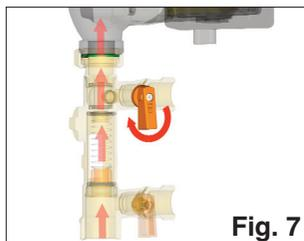
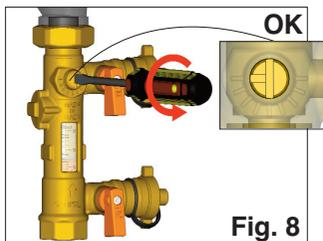

Fig. 7
Fig. 8
- Fermerla vane de charge (fig. 7), revenir à la position unitiale de la vis de régulation (fig. 8) et faire fonctionner l'installation.